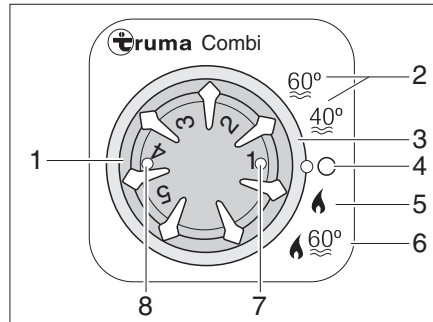

Fig. 297 Centralina di controllo per riscaldamento/boiler
- Impostare la modalità di funzionamento tramite l'interruttore girevole (Fig. 297,3).
Il riscaldamento seleziona da solo lo stadio necessario del bruciatore a seconda dello stadio di riscaldamento regolato. Durante la modalità di funzionamento "Riscaldamento e boiler" (Fig. 297,6) si riscalda anche l'acqua nel boiler. Nella modalità di funzionamento "Riscaldamento senza boiler" (Fig. 297,5) il riscaldamento può funzionare anche con boiler vuoto.
- Posizionare la manopola della temperatura (Fig. 297,1) della centralina di controllo sullo stadio di riscaldamento desiderato.
- Posizionare l'interruttore girevole (Fig. 297,3) sul funzionamento invernale "Riscaldamento senza boiler" (Fig. 297,5) o sul funzionamento invernale "Riscaldamento e boiler" (Fig. 297,6).
La spia di controllo verde (Fig. 297,7) si accende.
- Posizionare l'interruttore girevole (Fig. 297,3) su "O" (Fig. 297,4).